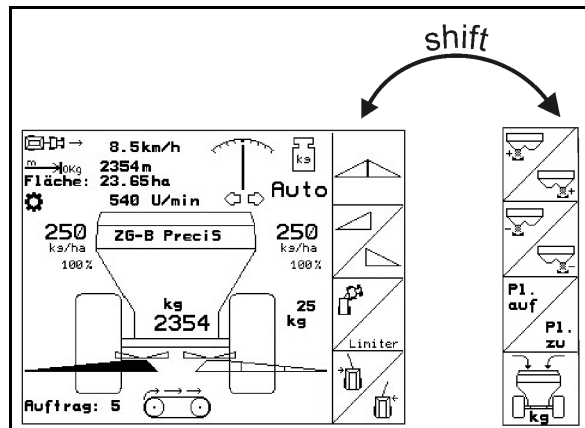

Fig. 11
- Shift tuşuna basıldığında başka fonksiyon alanları (Fig. 11) görüntülenir ve fonksiyon tuşlarının döşenişi ilgili biçimde değişir